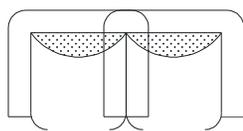
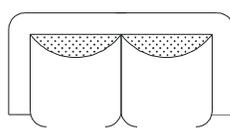

图 2-1-10
图 2-1-11
**STEP 08** 复制后的图形如图 2-1-10 所示，使用删除命令 ERASE 删除多余的线段，如图 2-1-11 所示。